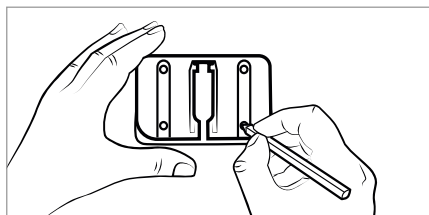

Rys. 4
- 1) Włóż wtyk rurkowy **11** zasilacza sieciowego **10** w uchwyt ścienny **18** (patrz rys. 4). Zamocuj wtyk rurkowy **11**, obracając go.